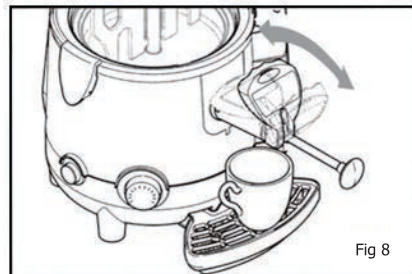

Fig 8
- Allumez la machine, videz tout le produit encore présent à l'intérieur du bol au moyen du levier du robinet (Fig 8).